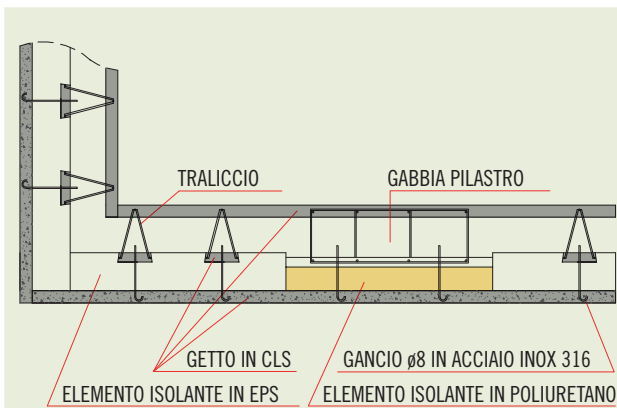

Fig. 1. Particolare giro d'angolo.
- Tecniche di collegamento che permettono di compararlo ad un muro monolitico, idoneo a tutti i requisiti statici (vedi fig. 1);
4. Lastra in c.a. interna con caratteristiche analoghe a quelle della lastra di protezione esterna. È collegata al reticolo per mezzo di tralicci in acciaio. In corrispondenza di gabbie per pilastri (fig.1) è possibile ridurre lo spessore d'isolamento per aumentare la struttura portante, garantendo le stesse prestazioni termiche grazie all'impiego di isolanti a bassa conducibilità termica (vedi ad esempio gli isolanti in poliuretano con $\lambda = 0,024$ W/mK).